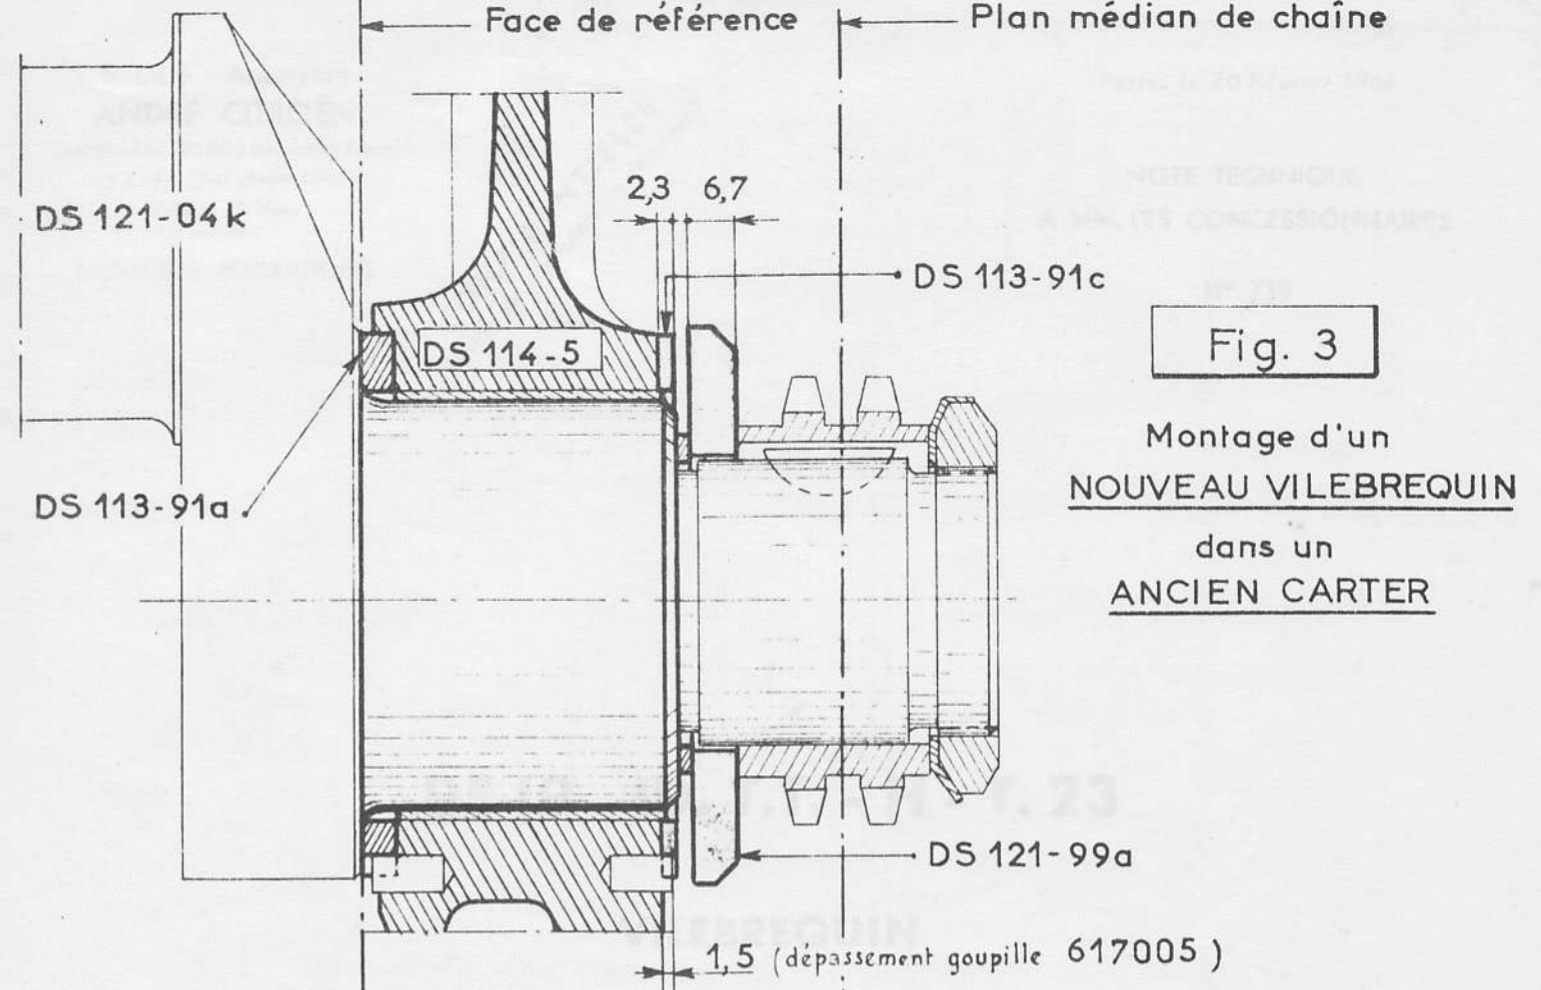

Fig. 3
**A CONDITION DE RESPECTER IMPERATIVEMENT** les empilages de pièces représentées sur les FIGURES 3 et 4.
e) **Cas du montage : nouveau vilebrequin-ancien carter (fig. 3)**